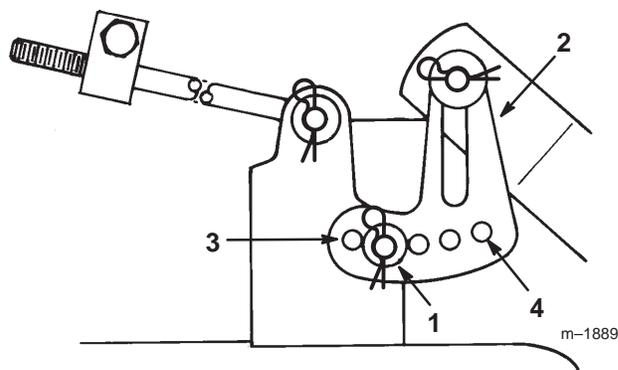

Abbildung 49
4. Haarnadelsplint und Unterlegscheibe vom Ausgleichsbügel entfernen (Abb. 49). Zum Ausgleich der Schnittmesser den Ausgleichsbügel in einem anderen Loch anbringen und Unterlegscheibe und Haarnadelsplint wieder anbringen (Abb. 49). Durch ein vorderes Loch wird die Schnittmesserhöhe gesenkt und durch ein hinteres Loch angehoben. Diesen Vorgang an der anderen Seite wiederholen.